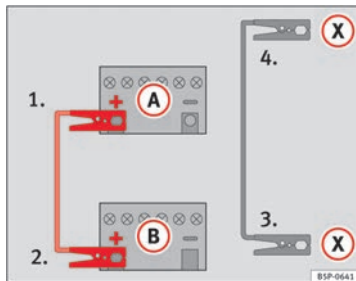

Abb. 163 Anschlussschema für Fahrzeuge mit Start-Stopp-System.
- **Bei Fahrzeugen mit Start-Stopp-Betrieb:** Klemmen Sie ein Ende des schwarzen Starthilfekabels (X) an einen geeigneten Masseanschluss, ein massives, fest mit dem Motorblock verschraubtes Metallteil oder direkt an den Motorblock an  $\Rightarrow$  Abb. 163.
5. Klemmen Sie das andere Ende des schwarzen Starthilfekabels (X) im Fahrzeug mit der entladenen Batterie an ein mit dem Motorblock verschraubtes massives Metallteil oder an den Motorblock selbst, aber an einer weit von der Batterie (A) entfernten Stelle an.